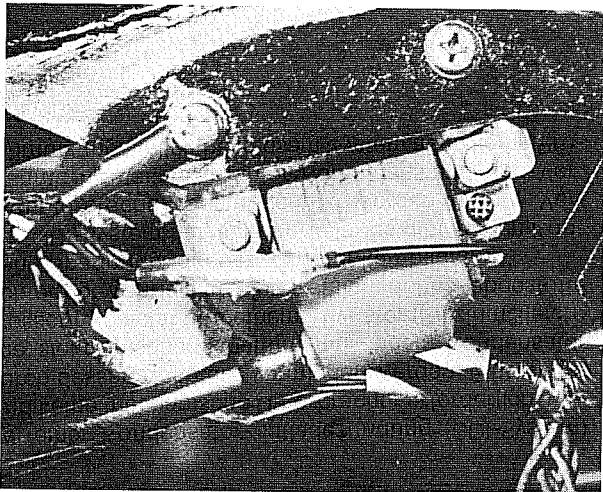

Bild 94
- Die Zündspule ist mit Vergussmasse versiegelt und nicht reparierbar. Defekte Spulen sind nur durch neue zu ersetzen (Bild 94).